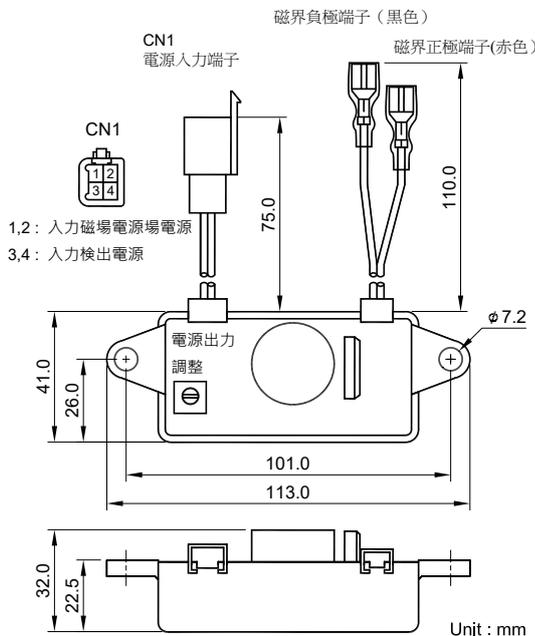

図1 寸法図
- 3.5 測定電源および磁界電源用の接続ケーブル CN1を接続します(図1)。
3.6 出力電圧の調整はドライバーでノブを回して行います(図1)。ノブを時計回りに回すと出力電圧が徐々に上昇し、反時計回りに回すと徐々に下降します。
1. AVRは発電機ユニット内の任意の適切な位置に取り付け可能です。外形および取付穴寸法については図1を参照してください。